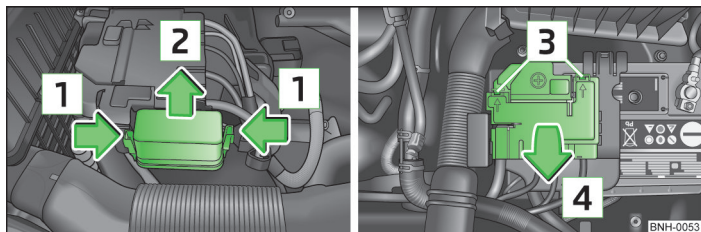

Fig. 124 Batería del vehículo: Tapa de la caja de fusibles (Variante 1)
- Presionar al mismo tiempo las teclas de enclavamiento de la tapa en el sentido de la flecha **1** » fig. 124.